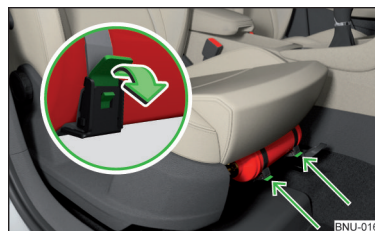

Fig. 307
- Para **retirar** el extintor de incendios, soltar los seguros en ambos cinturones en el sentido de la flecha » fig. 307 y retirar el extintor de incendios.